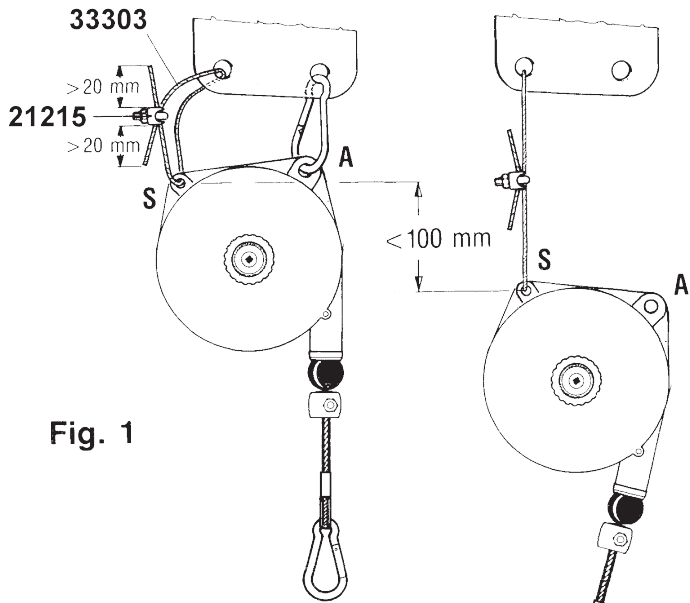

Fig. 1
**Anslut alltid säkerhetsupphängningen (S) med användning uteslutande av de medföljande tillbehören (fig.1) för ett stöd av korrekta dimensioner. Säkerhetsupphängningen FÅR INTE VARA densamma som används för den huvudsakliga upphängningen (A) (fig.1). Högsta fall vid brott på huvudupphängningen får inte överskrida 100 mm. Dra åt muttrarna och terminalerna 21215 (fig.1) med ett vridmoment på 2 Nm.**
Balansblocket ska regelbundet genomgå visuell kontroll (exempelvis en gång per skift), särskilt för att kontrollera tillståndet för upphängningarna (A) och (S) (Fig.1), fästskruvar och de självlåsand systemen (om de används), och tillståndet för krokar och vajrar.